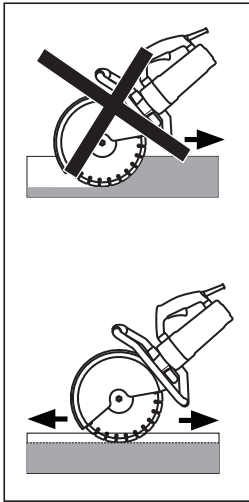

Abb. 17
- Setzen Sie die Scheibe vorsichtig auf das Werkstück auf. Die Schneidleistung ist dann am besten, wenn Sie gerade entlang der vorab markierten Schnittlinie arbeiten. Schneiden Sie maximal mit einer Schnitttiefe von 50 mm (2 Zoll). **(Abb. 17)**